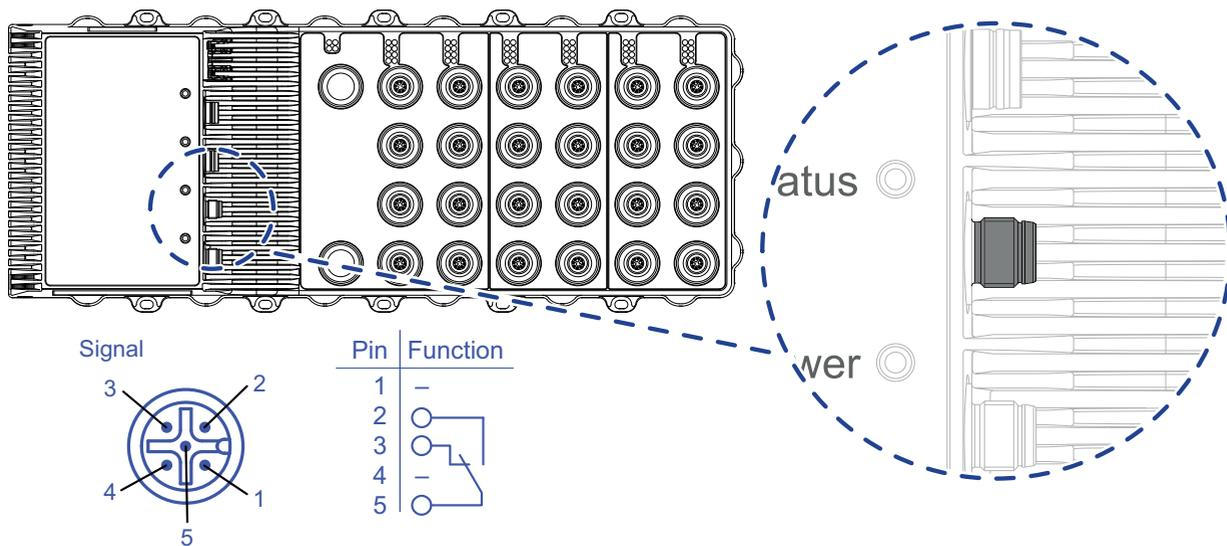

Abb. 6: Signalkontakt: 5-poliger, „A“-codierter M12-Stecker; Position am Gerät (Gerätevorderseite)
Der Signalkontakt ist ein potentialfreier Umschaltkontakt. Liegt am Gerät keine Versorgungsspannung an, ist der Wechselkontakt (5) mit dem Öffnerkontakt (3) verbunden (siehe Abbildung 6).